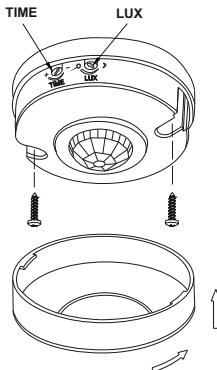
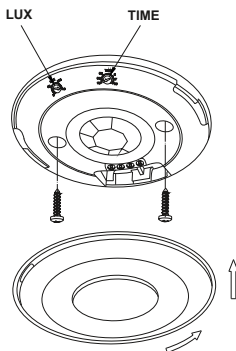

Рисунок 1 – Датчик движения ДД 025, ДД 027
Рисунок 2 – Датчик движения ДД 026
– повернуть против часовой стрелки защитную крышку датчика. Снять крышку (рисунок 1, рисунок 2);